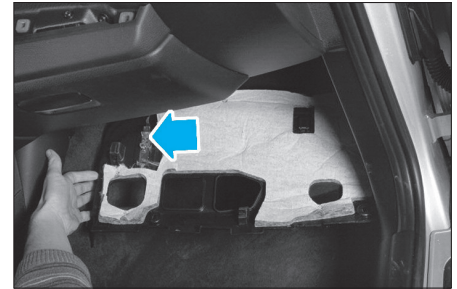

Fig. 39
- Abaisser la garniture inférieure de boîte à gants pour débrancher tous les connecteurs visibles puis la déposer (Fig.39).